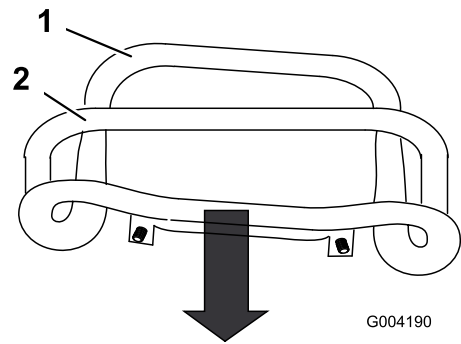

図 52
3. 走行コントロールを手前一杯に引いてコントロールの前部を基準バーに接触させる 図 52。